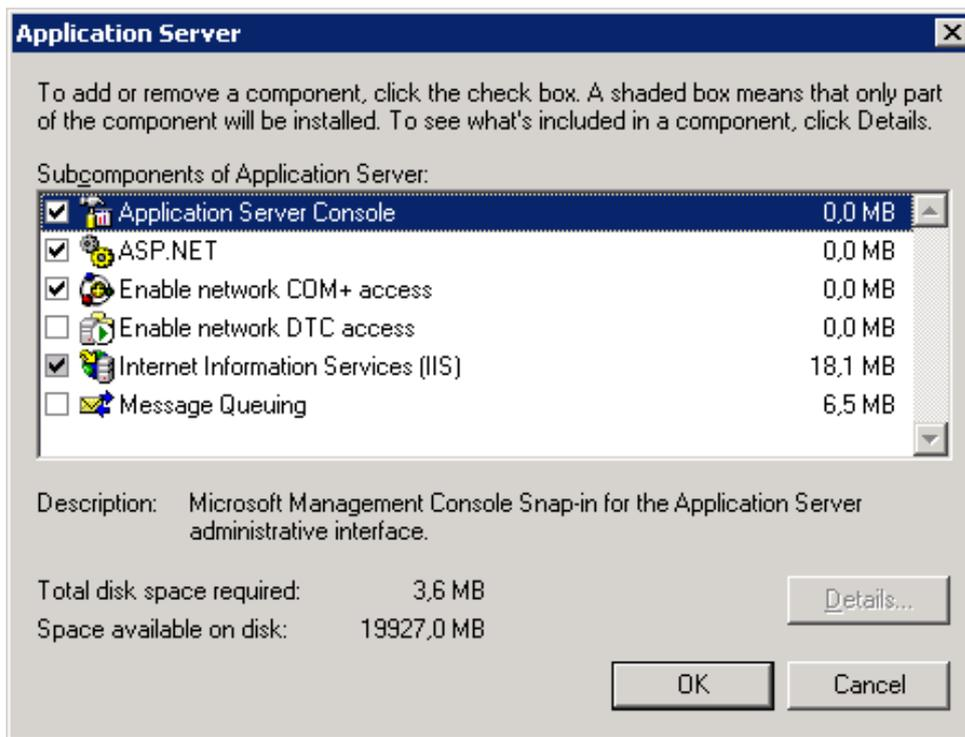

Рисунок 16 - Окно свойств сервера приложений
- отметить пункт **Разрешить сетевой доступ к службам COM+ (Enable network COM+ access)** (рисунок 16);